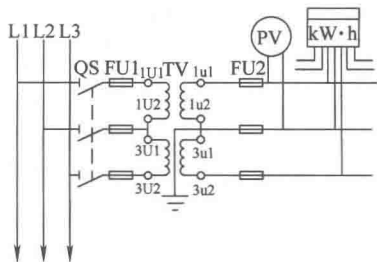

图 1-5
60. 如图 1-5 所示电压测量电路广泛应用于 6 ~ 10kV 高压电路中电压的测量。 ( )